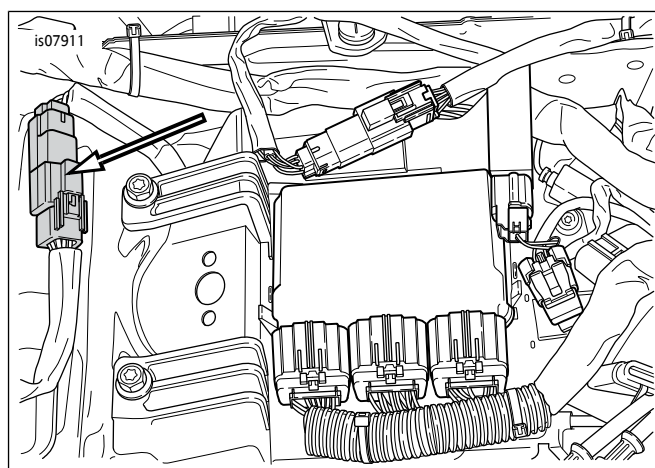

图1。座椅下方的六路后车灯线束连接器[7](图示为FLHR/C)
1. 参见图1。找到从座椅下方区域的后挡板引出的后部线束。从主线束连接器[7A]拔下六路Multilock后挡板线路连接器[7B]。